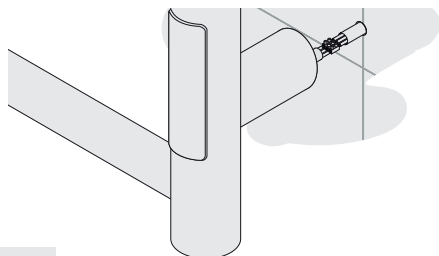

Рис.13
4.3.7. Соединить провода полотенцесушителя с проводом из стены с помощью клеммных колодок (рис. 13).